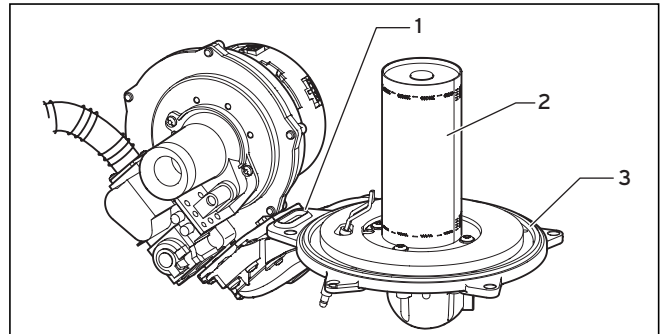

Fig. 8.4 Verificarea arzătorului
- Înlocuiți etanșările (1) și (3) în ușa arzătorului (vezi fig. 8.4).